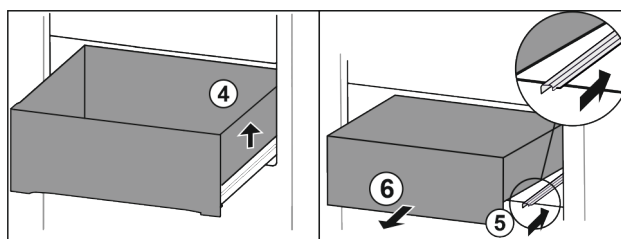

Fig. 69
- ▶ Løft skuffen til høyre. Fig. 69 (4)
- ▶ Skyv inn høyre skinne. Fig. 69 (5)
- ▶ Ta ut skuffen framover. Fig. 69 (6)